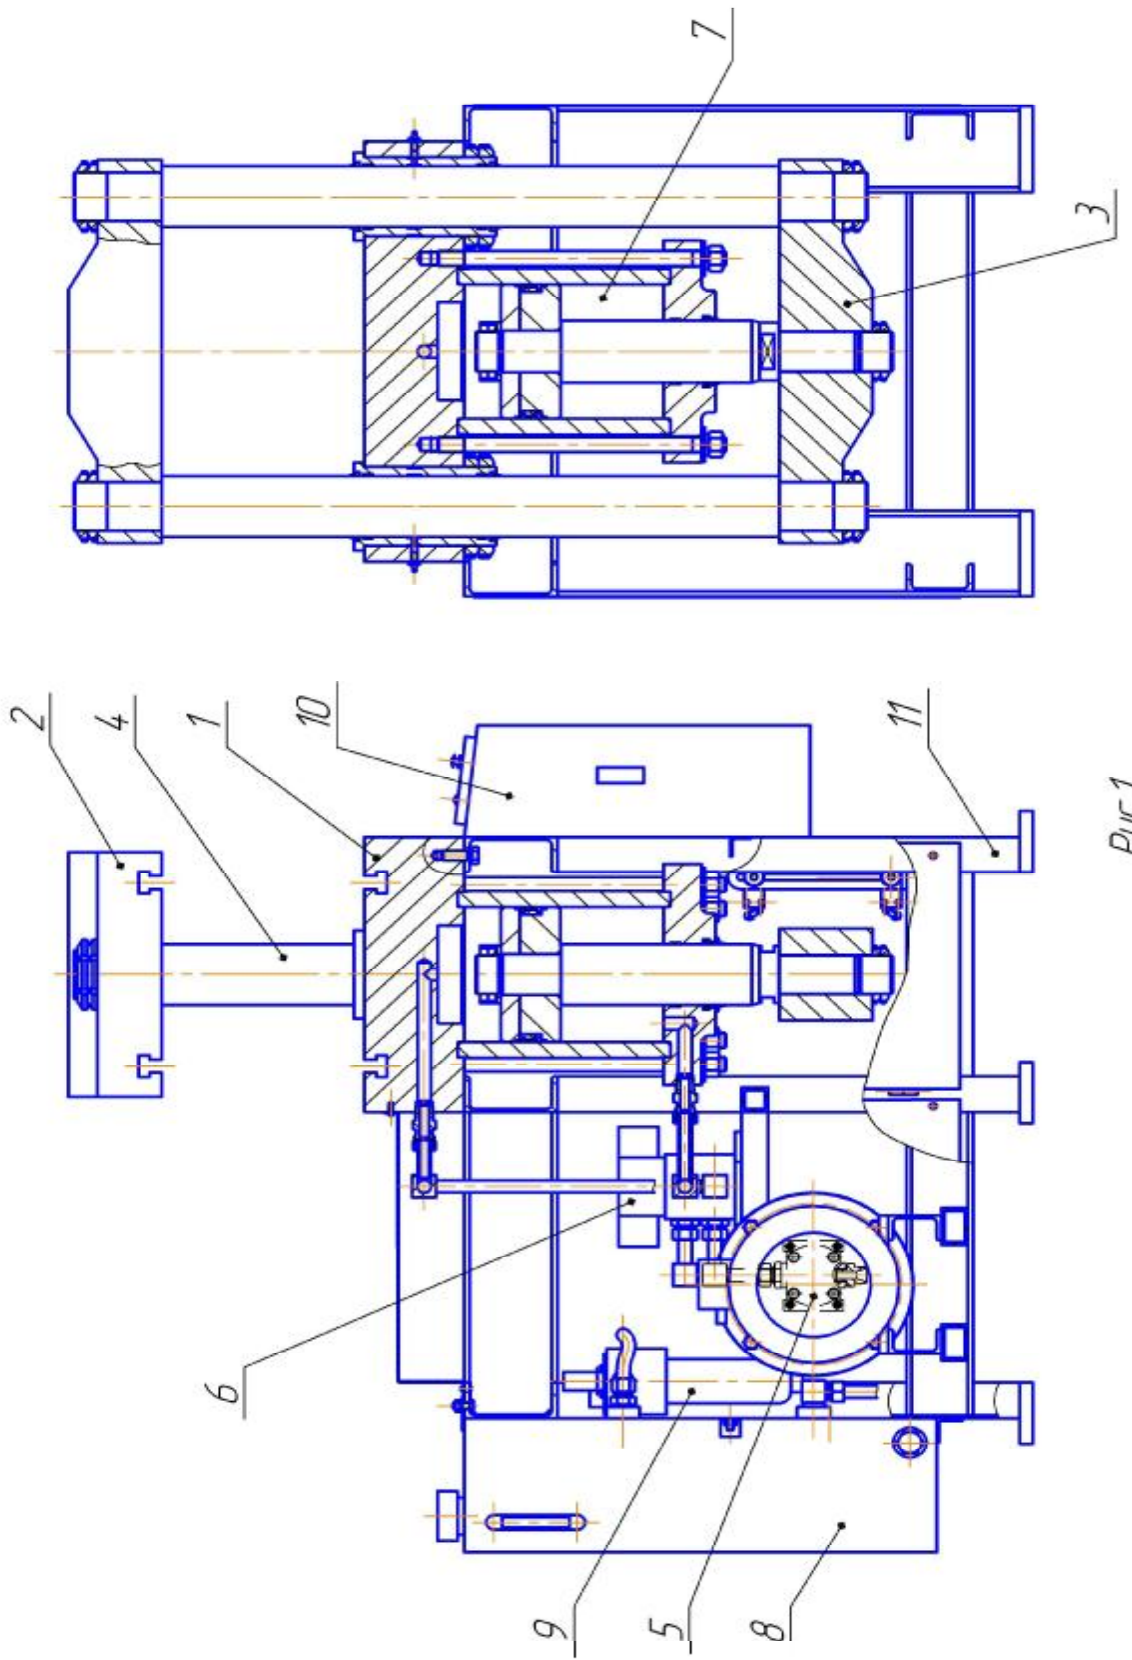

Рис.1
5.1 Пресс состоит из следующих основных частей (рис.1):